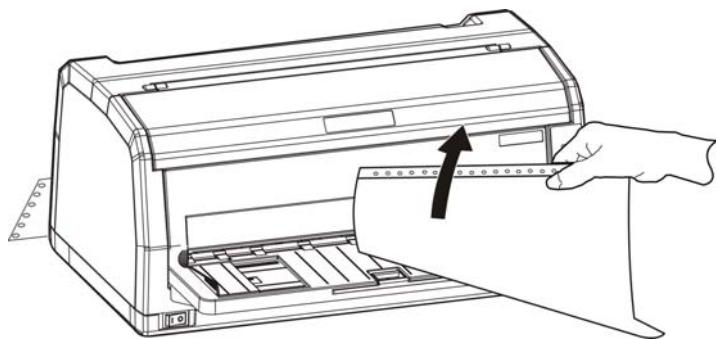

图 3-13 撕连续纸
- 打印机的出厂默认设置已开启进纸至撕纸位功能。打印完毕后，打印机自动将连续纸的页缝送至撕纸位置。此时，用手将纸张沿打印机前盖边缘（切纸边）撕开（如图 3-13 所示）。撕连续纸前，如果纸张的页缝未正确对准打印机前盖边缘，请调整撕纸位置（参考“第四章 控制面板”中的“调整撕纸位置”部分）。